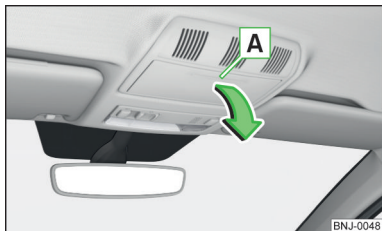

Abb. 76
- Zum **Öffnen** auf den Deckel des Brillenfachs im Bereich **A** drücken. Das Fach klappt in Pfeilrichtung » Abb. 76.